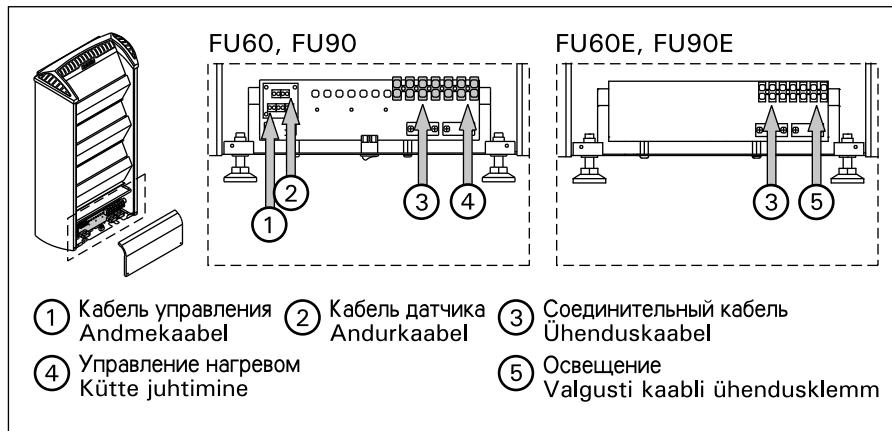

Рисунок 8. Подключение соединительного кабеля
- Провода кабеля панели управления следует подключить к разъему кабеля панели управления с соблюдением цветовой маркировки. См. рис. 8.